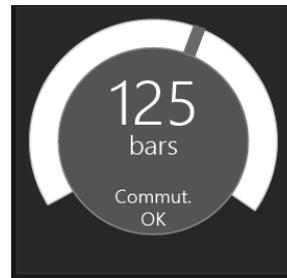

Abb. 63 : Manometer auf dem Monitor
- Verwenden Sie die horizontale Achse des Joysticks, siehe Abb. 63.